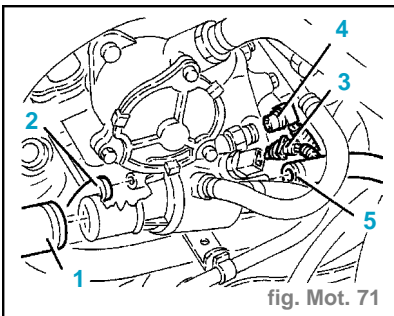

fig. Mot. 71
- Déconnecter du tube rigide d'entrée du liquide de refroidissement à la pompe le tuyau (2) de sortie du liquide de refroidissement de l'échangeur de chaleur eau-huile.
- Déconnecter du thermostat le manchon (1) de refoulement du liquide de refroidissement au radiateur. (fig. Mot.71)